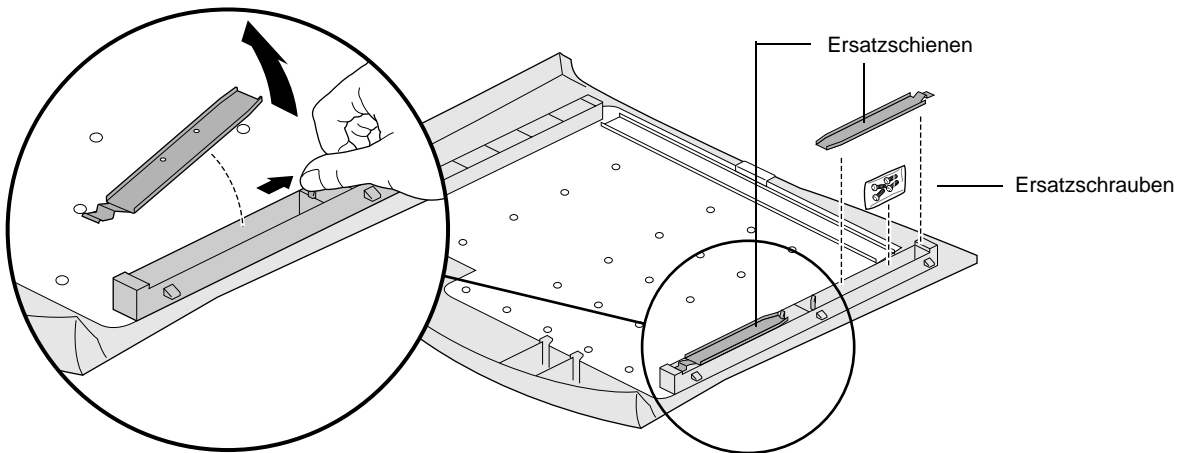

Abbildung 4-2 Entfernen Sie die Schienen von der Seitenabdeckung
- Wenn Sie kein Laufwerk austauschen, entfernen Sie die beiden Schienen wie in Abbildung 4-2 von der Seitenverkleidung. Entfernen Sie außerdem die Ersatzschrauben an der rechten unteren Kante der Seitenverkleidung.
6. Wenn Sie das Laufwerk nicht wieder einbauen, entfernen Sie die Schienen und bewahren Sie sie in der Seitenverkleidung des Systems auf (siehe Abbildung 4-2). Wenn Sie ein anderes Laufwerk installieren, befestigen Sie die Schienen am neuen Laufwerk (siehe „Installieren von Wechselplatten-Laufwerken“ auf Seite 33).
8. Entnehmen Sie dem Schraubenbeutel innerhalb der Seitenverkleidung vier Schrauben. (Weitere Informationen finden Sie auf Abbildung 4-2.)